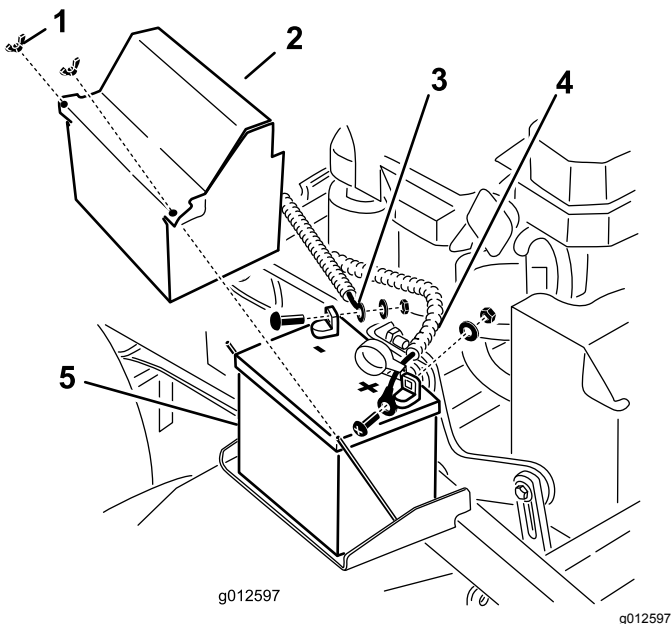

Bild 27
11. Setzen Sie die Batterie in die Maschine ein (Bild 27).